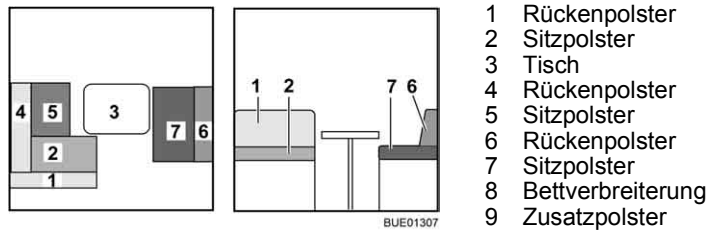

Bild 143 Vor dem Umbau
- Tisch (Bild 143,3) zum Bettunterbau umbauen (siehe Abschnitt 6.11).
- Das Rückenpolster (Bild 143,1) abnehmen und beiseite legen.